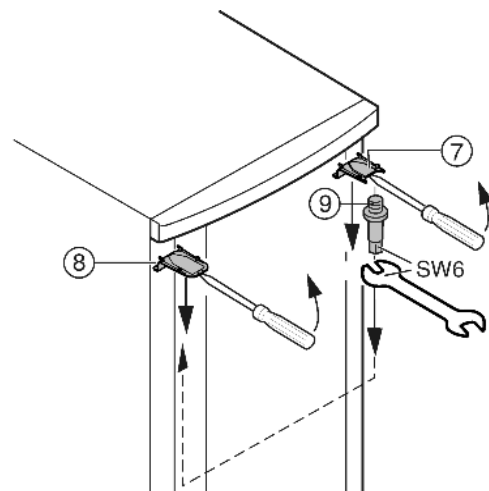

Fig. 7
- ▶ Ylhäältä kansi *Fig. 7 (7)* ja kansi *Fig. 7 (8)* irrotetaan lukituksesta ruuvimeisseliä apuna käyttäen ja vedetään vinottain alas.
- ▶ Kierrä laakeritappi *Fig. 7 (9)* irti ja ruuvaa kiinni vastakkaiselle puolelle ( **4 Nm:n** tiukkuuteen).
- ▶ Kansi *Fig. 7 (7)* asennetaan laakeritapin puolelta taas paikalleen: takaa paikalleen, edestä painetaan lukitukseensa.
- ▶ Kansi *Fig. 7 (8)* asennetaan vastakkaiselta puolelta taas paikalleen: takaa paikalleen, edestä painetaan lukitukseensa.
- ▶ Ripusta ovi ylhäältä laakeritapin *Fig. 7 (9)* varaan.